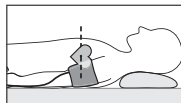

Рис. 4
2. Вы можете измерять давление и лежа на спине. Смотрите вверх, сохраняйте спокойствие и не двигайтесь во время измерения. Обязательно удостоверьтесь, что место наложения манжеты на плече находится приблизительно на том же уровне, что и сердце (рис. 4).